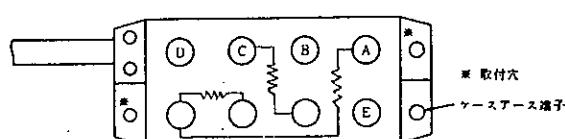

図 19
(1) 設置方法
- b 固定する場合には図19に示す取付穴を利用してビス止めします。
- (2) ブリッジボックスの結線 (5370, 5373, 5379, 5380)
- a コネクタの結線は図19に示すようにピン番号A, Cがブリッジ電源の供給で、B, Dが動ひずみ測定器への入力となります。